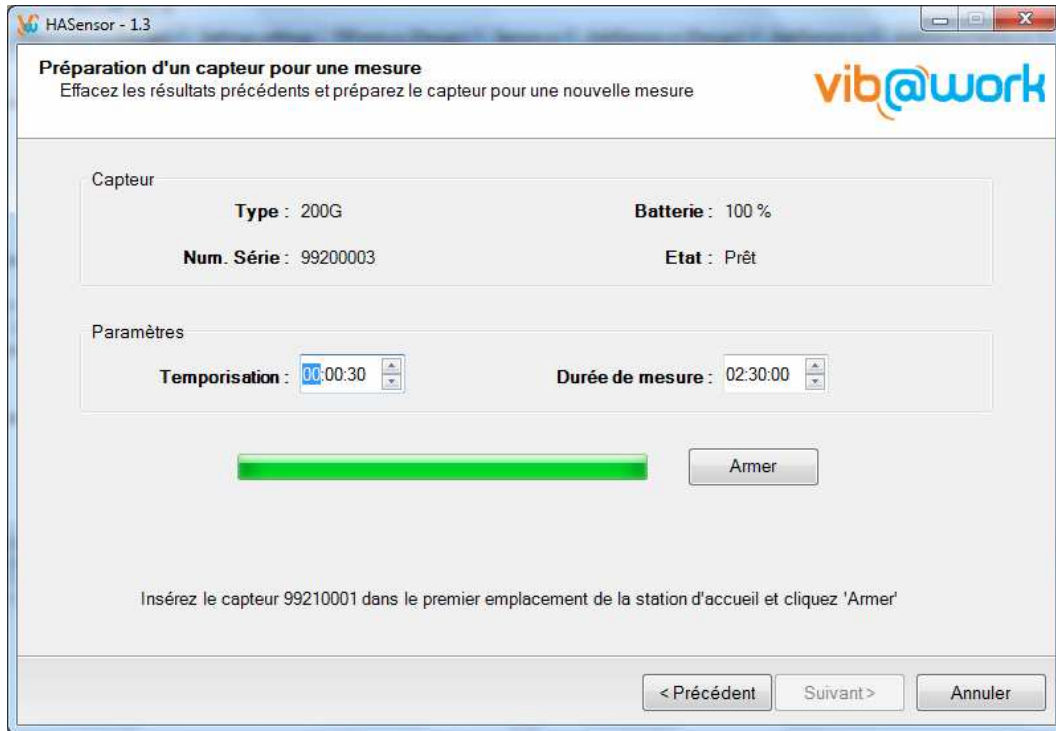

Figure 15 : Armement des capteurs (2)
- Cliquez sur le bouton « Armer ». Le logiciel vous avertit que cette opération effacera les données d'une mesure précédente. Confirmez votre choix. L'opération de préparation du capteur prend quelques secondes. Si l'opération s'est déroulée correctement l'écran de la Figure 15 apparaît.